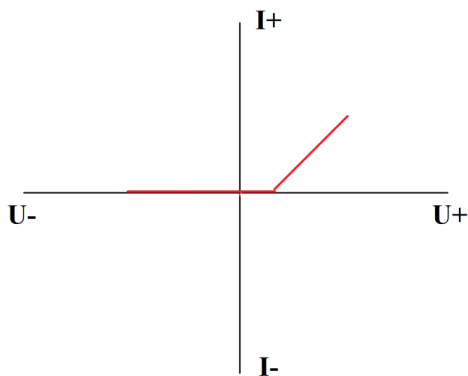

Рисунок 43. Соединение диода и резистора.
- Соединение диода и резистора (Рисунок 43):